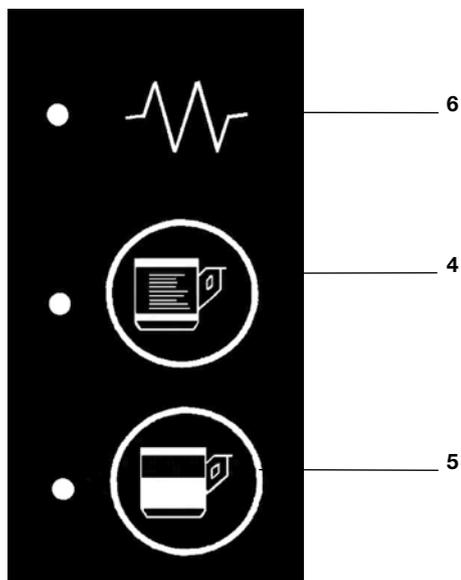

Figure 2
5. Une fois la chaudière du café remplie, il est opportun d'attendre l'extinction des leds de la résistance de la chaudière 6 (figure 2) avant d'effectuer la distribution d'une dose.